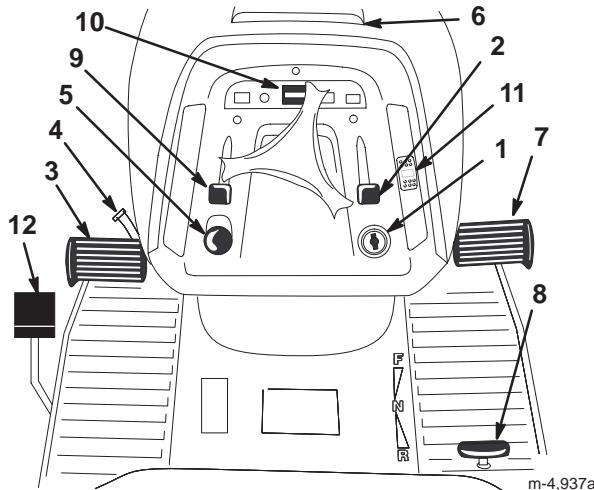

Bild 2
Machen Sie sich mit den Bedienungselementen (Bild 2) vertraut, bevor Sie den Motor anlassen oder den Traktor einsetzen.
1. Drücken Sie das Bremspedal (Bild 2) durch und halten es in der gedrückten Position.
2. Drehen Sie den Feststellbremsshebel (Bild 2) gegen den Uhrzeigersinn und nehmen den Fuß langsam vom Bremspedal.
1. Treten Sie auf das Bremspedal (Bild 2).
2. Drücken Sie den Tempomat-Schalter in die „Ein“-Stellung (Bild 2).
Der Betriebsstundenzähler befindet sich auf dem Instrumentarium (Bild 2) und zeigt die Stunden an, die von dem Traktor absolviert wurden.